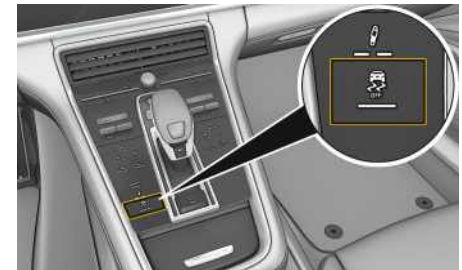

Fig. 141: Touche PSM OFF de la console centrale
- ▶ Appuyez brièvement sur la touche  (fig. 141). Le voyant de contrôle de la touche et le voyant d'alerte PSM OFF  dans le combiné d'instruments s'allument. Une remarque apparaît sur le combiné d'instruments indiquant que le mode PSM Sport est activé.